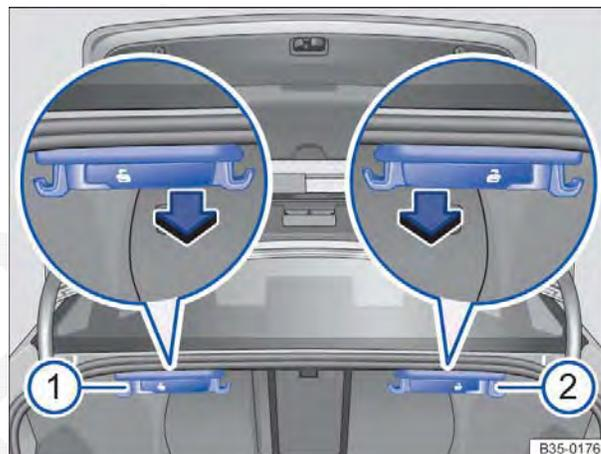

Fig. 99 No compartimento de bagagem: alavanca de destravamento à distância para a parte esquerda ① e a para parte direita ② do encosto do banco traseiro.
- Puxar a alavanca de destravamento à distância para o encosto do banco traseiro esquerdo ⇒ Fig. 99 ① e direito ② no sentido da seta. A parte destravável do encosto do banco traseiro é rebatida automaticamente para frente.